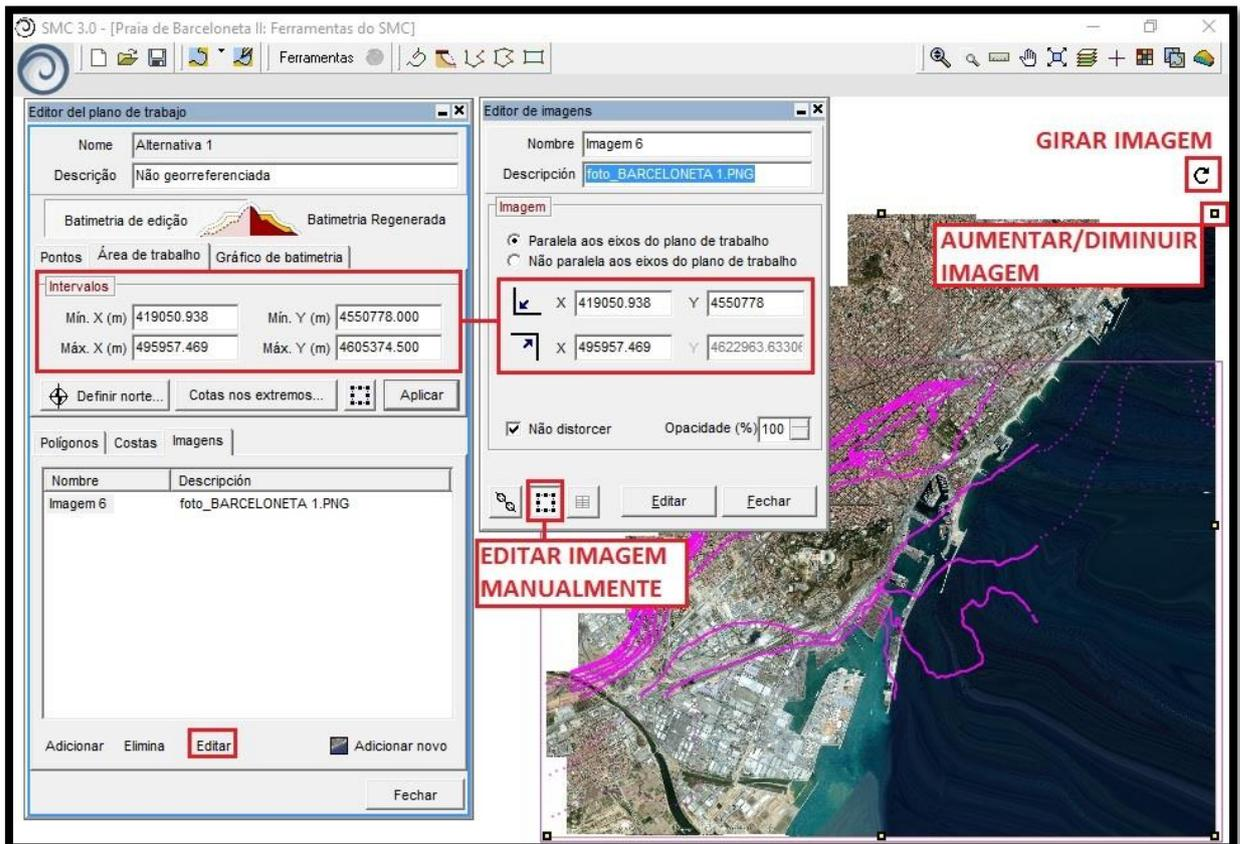
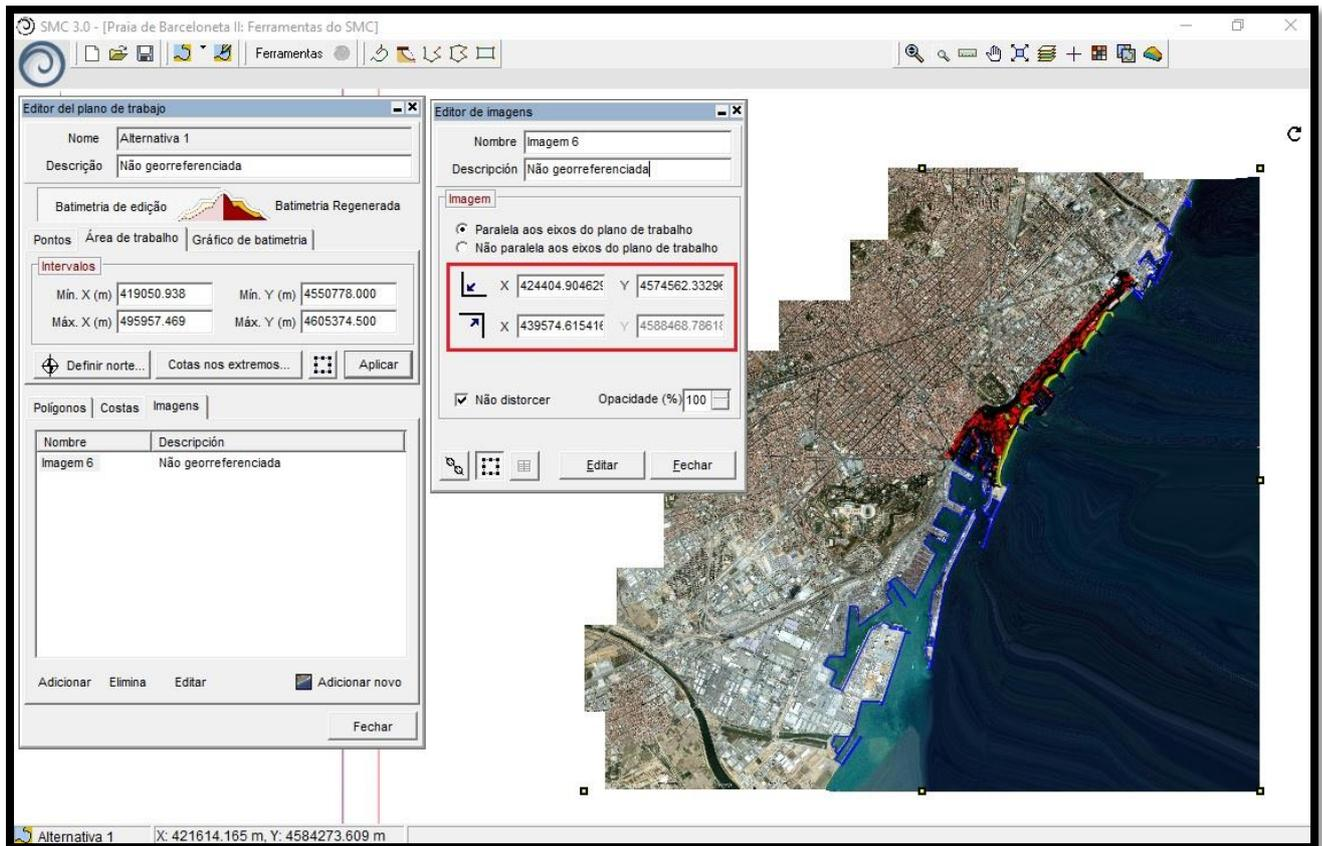

Figura 6 – Adicionar a imagem não georreferenciada ajustando-a à área de trabalho.
Figura 7 – Imagem ajustada manualmente ao [.dxf] de uma foto não referenciada.
Observa-se que as coordenadas da imagem introduzida são as mesmas que da área de trabalho (Figura 6). Para ajustar a imagem manualmente utiliza-se como referência a costa e a zona urbana dos [.dxf] que foi incluído anteriormente.
- 34) Para ajustar a imagem manualmente, clicar no botão “Mover/girar” () que se encontra na parte inferior do editor de imagens. Esse ícone quando selecionado permite girar, minimizar e deslocar a imagem (Figura 6). No Manual do Usuário do SMC 3.0 são encontrados mais detalhes de como mover e girar uma imagem;
- 36) Finalmente, se o ajuste for preciso, pode-se comprovar que as coordenadas dos vértices coincidem ou ao menos são muito similares às introduzidas na imagem da Figura 6. Quanto maior for o zoom sobre a área de trabalho, melhor pode ser realizado o ajuste. A imagem final, ajustada manualmente, ficará como a da Figura 7;
- 37) Por fim, colocar as coordenadas corretas, conforme os valores da Figura 6. “Fechar”.